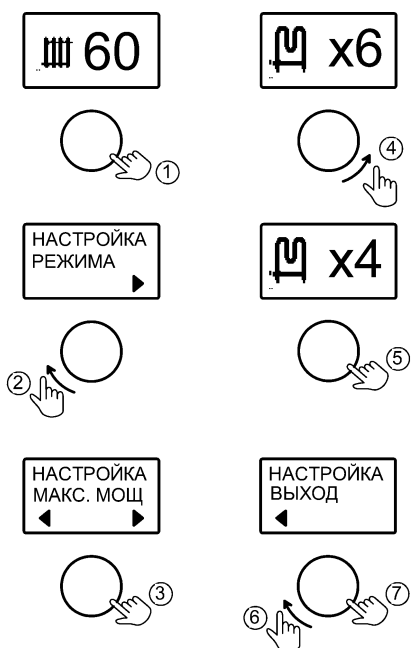

Рисунок 8. Настройка мощности котла
**10.2** Во вкладке «МАКС. МОЩНОСТЬ» - имеется возможность ограничения значения максимальной мощности котла (см. рис. 8). При этом изменяется максимальное количество включаемых в работу ТЭНов.